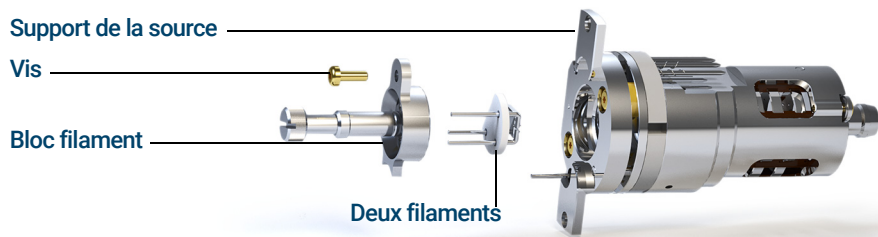

Figure 62. Remplacement des deux filaments
- 4 Déposer la vis fixant le bloc filament dans le support de la source. (Voir **Figure 62.**)
- 2 Insérer les 3 broches sur les deux filaments par l'arrière du bloc filament. (Voir **Figure 62** page 208.)